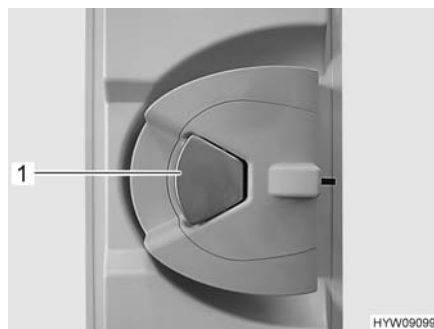

Fig. 29 Serratura della porta (porta di ingresso, lato interno)
- Quando la serratura della porta è bloccata: Tirare una volta la maniglia della porta (Fig. 29,1). La porta è sbloccata.
- Tirare la maniglia della porta (Fig. 29,1). La porta è aperta.
- Premere la maniglia della porta (Fig. 29,1).